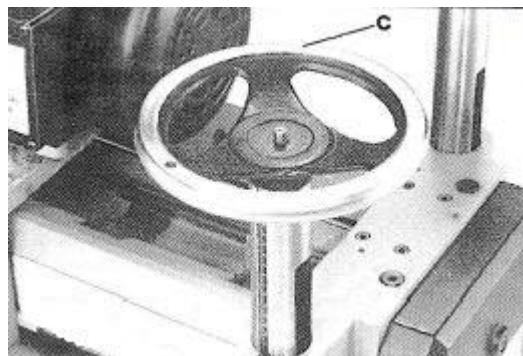

Рис. 5 Установка маховика на вал подъема и опускания
2. Установите маховик (С), Рис. 5, на вал подъема и опускания, как показано на рисунке. Убедитесь, что шпонка, установленная на валу на ШАГЕ 1, входит в шпоночный паз в ступице маховика (С).